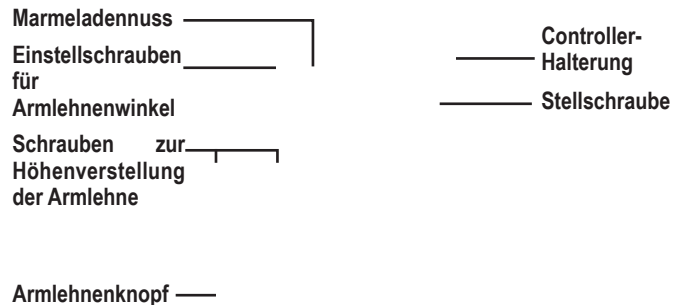

Bild 11. Einstellung der Rückenlehne/Armlehne
1. Suchen Sie die beiden Armlehnenknöpfe auf jeder Seite der Halterung der Armlehnenaufnahme. **Siehe Abbildung 11.**
1. Heben Sie die Armlehne gerade an, sodass sie senkrecht zum Boden steht. **Siehe Abbildung 11**
2. Lösen Sie die Stellschraube an der Controller-Halterung. **Siehe Abbildung 11.**